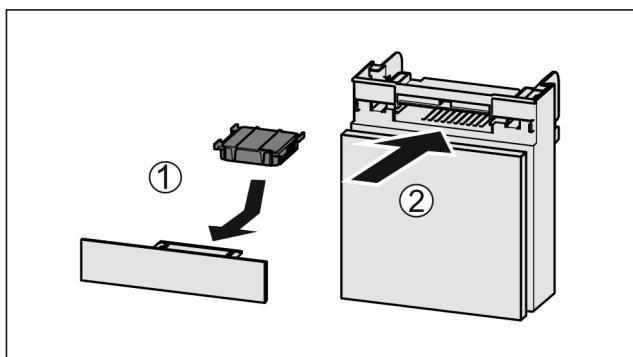

Fig. 53
- Поставете Fig. 53 (1) филтъра с активен въглен, както е показано на фигурата.
- Вкарайте Fig. 53 (2) отделението.